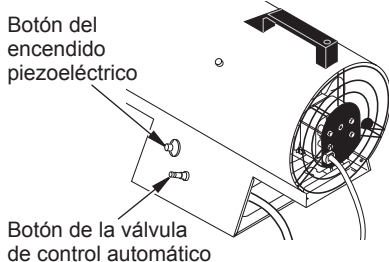

Figura 8 - Botón de la válvula de control automático y botón del encendido piezoeléctrico
6. Presione y mantenga presionado el botón de la válvula de control automático (consulte la figura 8). Presione el botón del encendido piezoeléctrico (consulte la figura 8). Continúe